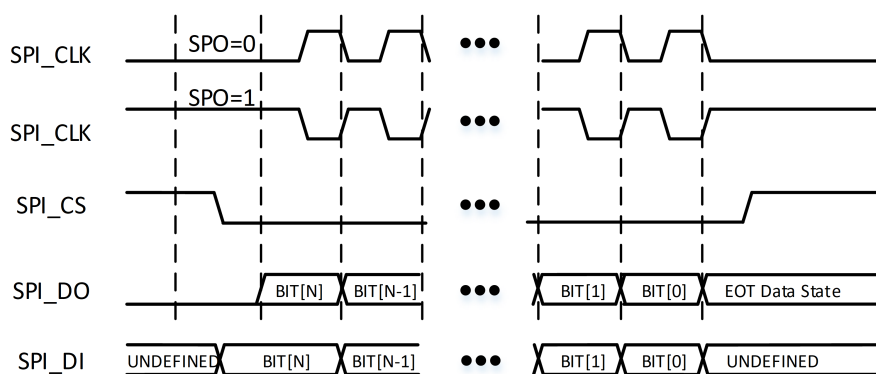
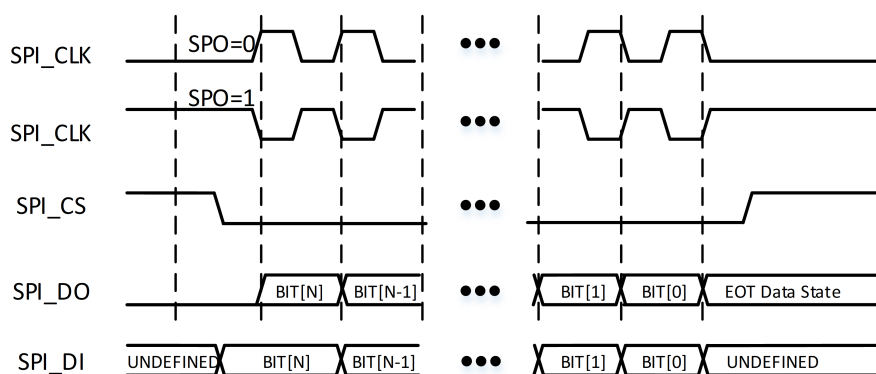

图 7-3: SPH 为 0 时的 SPI 通信
图 7-4: SPH 为 1 时的 SPI 通信
- SPI 格式 SPI 是全双工同步串口通信协议，根据 TOP\_CTRL 寄存器中 SPO 和 SPH 的设置分为四种子模式。SPO 设置 SPI 控制器没有使能或是能后处于 IDLE 状态时候的 SPL\_CLK 的极性，当 SPO 为 0 时，SPL\_CLK 极性是低电压，第一个边沿是上升沿；当 SPO 为 1 时，SPL\_CLK 极性是高电压，第一个边沿是下降沿。SPH 设置驱动数据的时钟沿以及采样数据时钟沿的时序，当 SPH 为 0 时 SPI 控制器从 SPL\_CLK 的第一个边沿开始采样 SPL\_DI 上的数据，从 SPL\_CLK 的第二个边沿开始驱动 SPL\_DO（SPL\_DO 上默认是待发送数据的 MSB）；当 SPH 为 1 时 SPI 控制器从 SPL\_CLK 的第一个边沿开始驱动 SPL\_DO，从 SPL\_CLK 的第二个边沿开始采样 SPL\_DI 上的数据。具体通信时序见图 7-3 和图 7-4。
下面结合图7-3以 SPH=0 和 SPO=0 的情况描述 SPI 协议通信过程。当 SPI 控制器没有使能或使能后处于 IDLE 状态时, SPI\_DO 处于低电平, SPI\_CS 处于高电平, SPI\_CLK 处于低电平。SPI\_CS 信号拉低开始一次数据传输, 并在该帧数据传输完成以前 SPI\_CS 一直维持低电平。半个 SPI\_CLK 周期后, 将该次传输数据的 MSB 驱动到 SPI\_DO 上, 再过半个 SPI\_CLK 周期, SPI\_CLK 拉高开始第一个上升沿并采样 SPI\_DI。在该次传输所有数据传完之前, SPI\_CLK 按设定的频率持续翻转。完成最后一次采样后 SPI\_CLK 回归低电平, 再过半个 SPI\_CLK 周期, SPI\_CS 拉高结束本次传输。